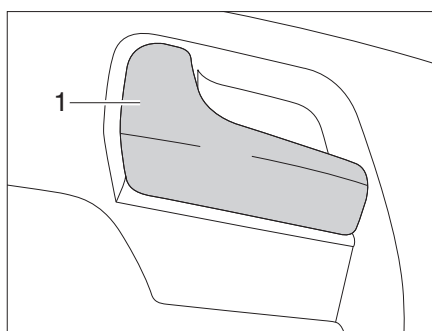

Fig. 49 Serratura della porta conducente, lato interno
- Tirare la maniglia (Fig. 49,1). La serratura della porta si sblocca.